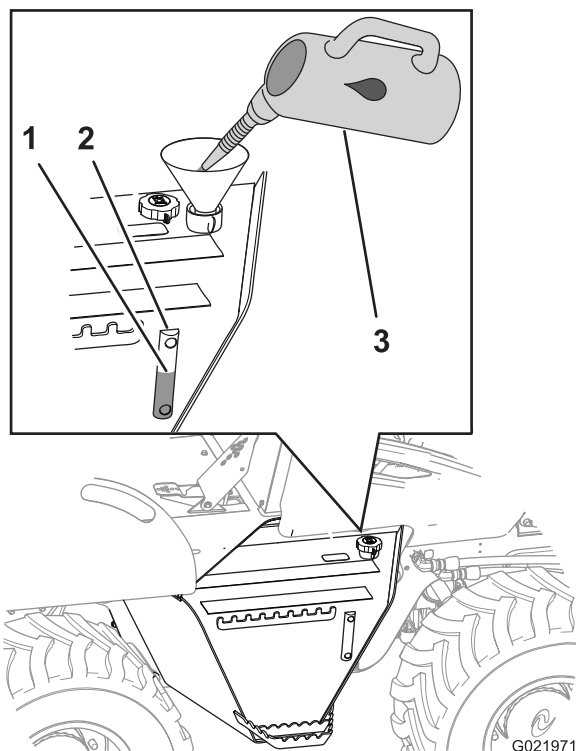

Рисунок 22
3. Проверьте уровень гидравлической жидкости по визуальному указателю, смонтированному на боковой стороне бака гидравлической жидкости (Рисунок 22).
- Если уровень гидравлической жидкости ниже отметки Add (Добавить), снимите крышку/сапун заливной горловины (Рисунок 22), добавьте гидравлическую жидкость указанного типа, чтобы поднять уровень жидкости до отметки Full (Полный), и установите крышку/сапун заливной горловины.